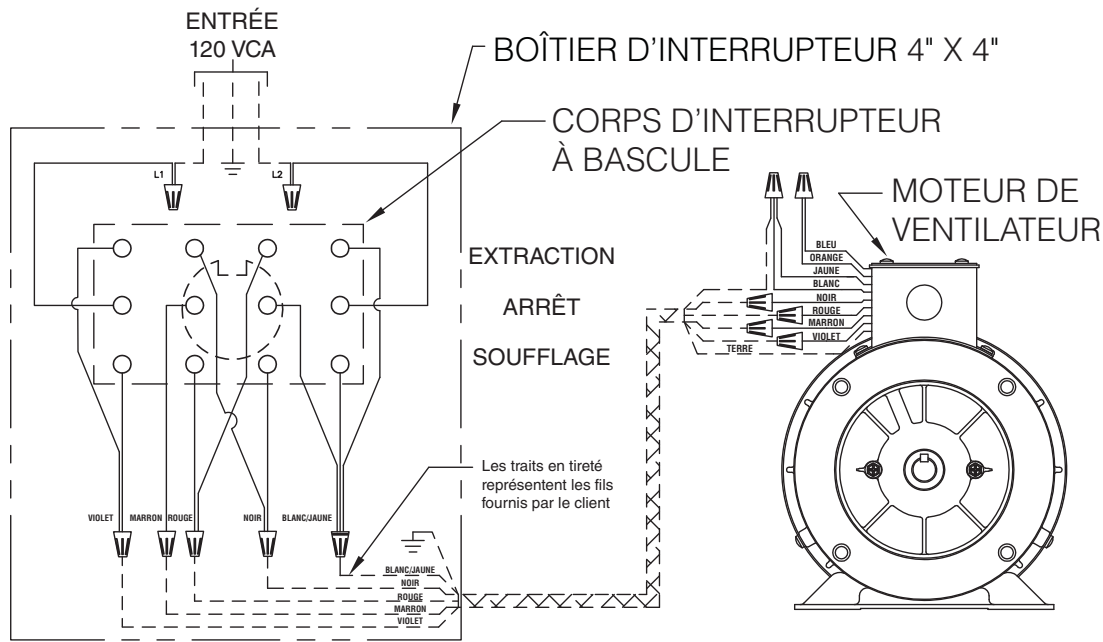

Figure 6 — 120 VCA monophasé
2. Pour raccorder le moteur par l'intermédiaire du commutateur d'inversion, consulter le schéma de câblage fourni avec le commutateur. Voir les Figures 6, 7, 8 et 9 aux pages 4 et 5.